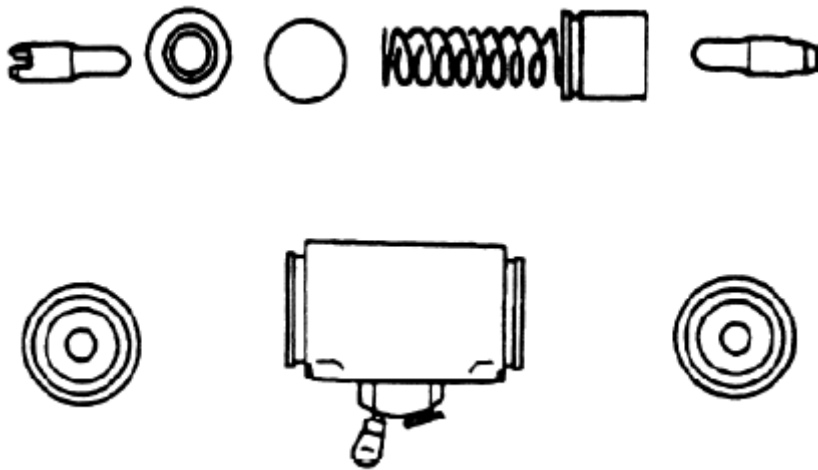

Рис. 2-17
(1) Нужно проверить внутреннюю поверхность рабочего цилиндра и периферию поршня на предмет коррозии. Затем нужно измерить зазор между поршнем и цилиндром (См. Рис. 2-17).